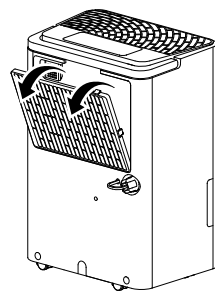

Рис. 5
7. Чистка фильтра (Рис. 5). Достаньте фильтр, промойте его в мыльной воде, прополощите в чистой воде, высушите и вставьте на место. В среднем, необходимо проводить чистку фильтров не реже чем раз в две недели при постоянном использовании. иначе производительность прибора может снизиться.